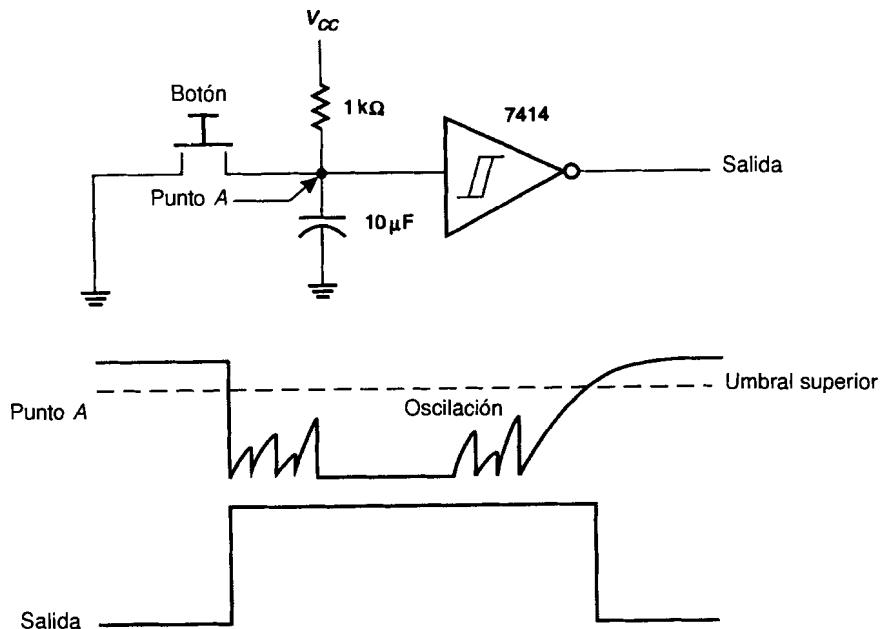
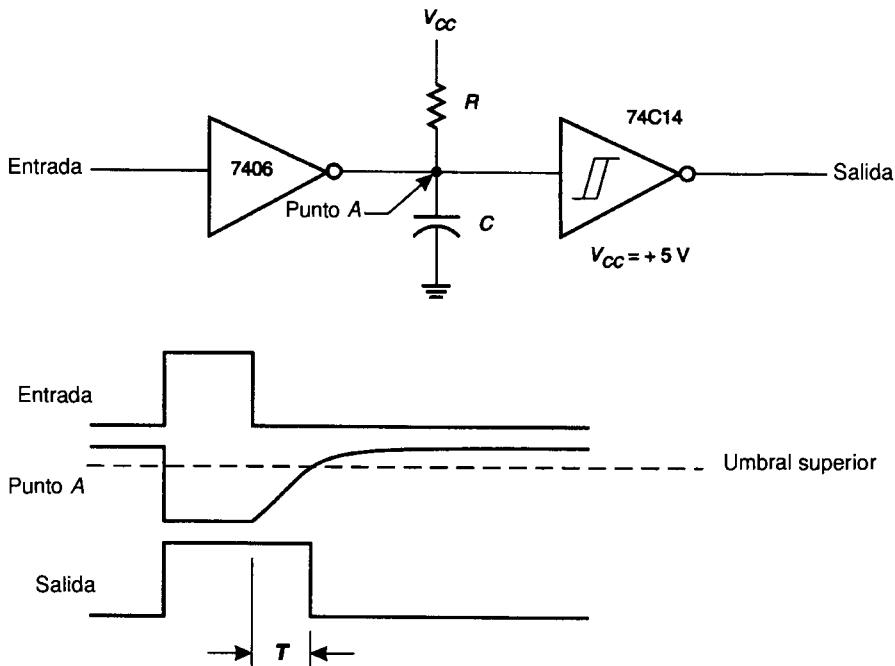

FIGURA 12-1 Interruptor sin oscilación
FIGURA 12-2 Alargador de pulsos
El circuito de la figura 12-1 utiliza una constante de tiempo RC y un disparador de Schmitt para evitar las oscilaciones en un interruptor momentáneo o botón. Cuando se oprime el botón, el capacitor se descarga con gran rapidez. Cuando se suelta el botón, la oscilación de los contactos metálicos abre y cierra el circuito de una manera aleatoria. El interruptor abierto permite que el capacitor comience a cargarse a través del resistor conectado a V_{CC} . El tiempo necesario para que el voltaje alcance el umbral superior del disparador de Schmitt depende de la constante de tiempo RC . Por tanto, el interruptor debe permanecer abierto durante cierto tiempo antes de que la salida cambie de estado.
Si se añade una compuerta de colector abierto, tal como un 7406, a la entrada del interruptor sin oscilaciones de la figura 12-1 y se cambia el 7414 por un 74C14, entonces lo que se obtiene es un **alargador de pulsos**, como se muestra en la figura 12-2. La salida del 7406 mantiene la entrada del 74C14 en el nivel BAJO siempre y cuando la entrada al 7406 tenga un nivel ALTO. Cuando la entrada regresa al nivel BAJO, el capacitor comienza a cargarse a través del resistor. Cuando el voltaje del capacitor alcanza el umbral superior del disparador de Schmitt 74C14, la salida cambia a BAJO. Lo anterior alarga el pulso positivo por la cantidad de tiempo que requiere el capacitor para cargarse hasta el umbral superior del disparador de Schmitt 74C14.
Si se hace uso de los datos especificados para el CMOS 74C14, se tiene que el voltaje de umbral superior es 3.6 V para un V_{DD} de 5 V. Si se sustituye este valor en la ecuación, entonces puede obtenerse una fórmula simplificada para el tiempo de alargamiento del circuito de la figura 12-2.
Ejemplo: ¿Cuáles deben ser los valores del resistor y del capacitor necesarios para alargar un pulso 1.5 ms en el circuito de la figura 12-2?
1. ¿Cuál debe ser el valor del capacitor necesario para alargar un pulso un milisegundo en el circuito de la figura 12-2? El resistor es de $10\text{ k}\Omega$.